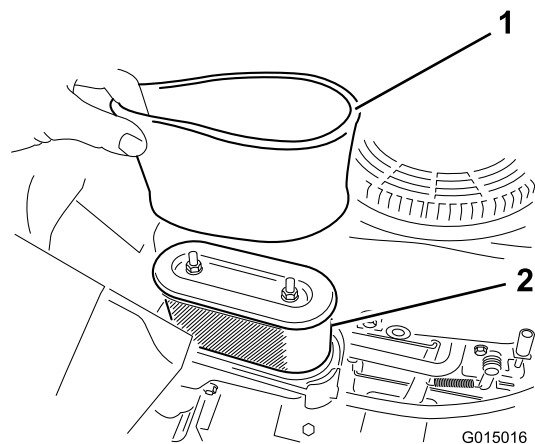

Figure 21
- Retirez délicatement les éléments en mousse et en papier du boîtier du filtre à air (Figure 21).
5. Placez les languettes du couvercle du filtre à air en face des fentes du carter de ventilateur (Figure 21).